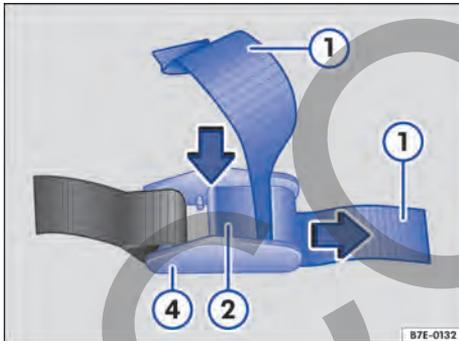

Fig. 126 Aflojar la cinta con hebilla.
- Presione la palanca → Fig. 126 (2) y extraiga la cinta (1) de la hebilla (4).